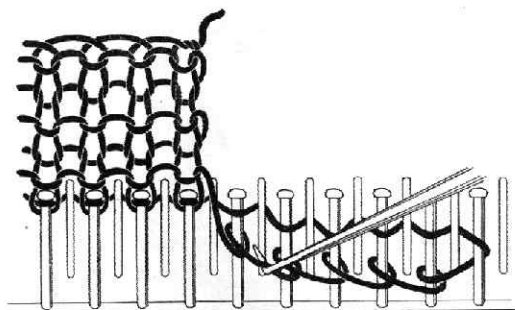
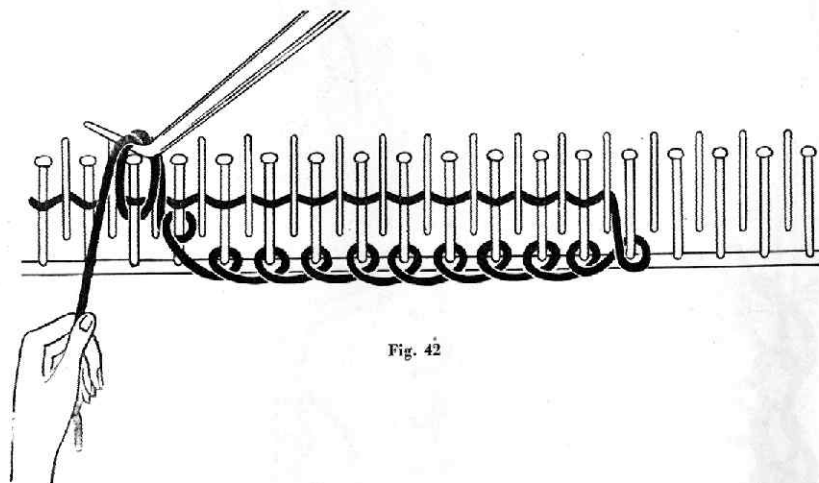

Fig. 30
Fig. 42
1ère rangée: „passer“ les mailles en deux mouvements (d'abord la partie de droite, ensuite la partie de gauche [Fig. 30—37]). La dernière maille reste une simple boucle et n'est „passée“ qu'au tour suivant.
1. Reihe: Die angeschlagenen Maschen in zwei Bewegungen (zuerst das rechte Fach und dann das linke Fach) über die jeweilige Kammnadel und damit über den Zick-Zackfaden legen (Fig. 30—37). Die letzte Masche bleibt als einfache Schlinge unberührt an der Kammnadel. Sie wird beim nächsten Gang überstrickt.
La première boucle est ainsi „passapée“ par-dessus la dent du peigne (fig. 42); voir la suite aux fig. 30—40.
So wird die erste Maschenschlinge über die Kammmadel gehoben (Fig. 42). Fortsetzung siehe Fig. 30—40.